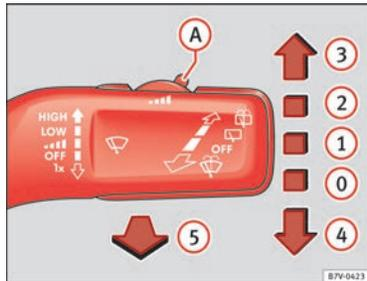

Abb. 65 Frontscheibenwischer bedienen.
Mit Schalter → Abb. 65 (A) Intervallstufen (Fahrzeuge ohne Regensensor) oder Empfindlichkeit des Regensensors einstellen. |
- Scheibenwischerhebel kurz nach unten drücken ⇒ Abb. 65 ④.